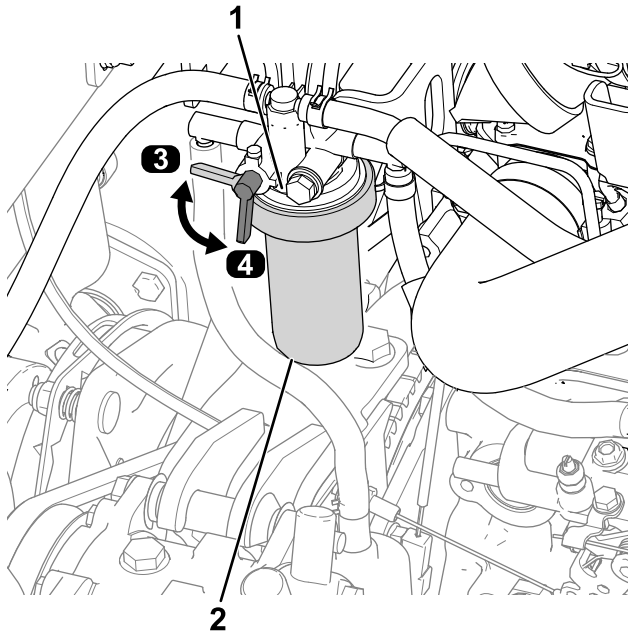

Figura 57
1. Gire la palanca de la válvula de combustible a la posición de CERRADO (Figura 57).
2. Limpie la zona alrededor de la cabeza del filtro de combustible (Figura 57).
6. Gire la palanca de la válvula de combustible a la posición de ABIERTO (Figura 57).